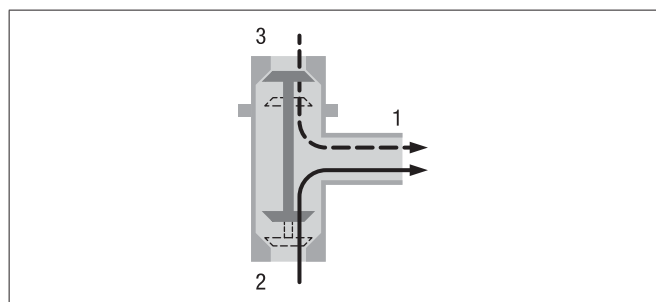

Bild 13
Thermostat mit den Anschlüssen Pos. (1), (2) und (3) in den Kühl-flüssigkeitskreislauf einbinden, siehe Bild 13.